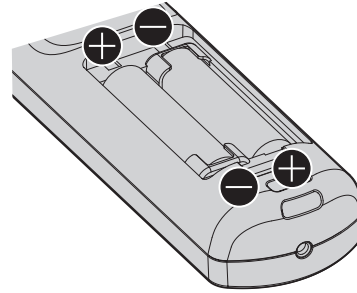

Fig. 2
- 2) **Inserire le batterie e chiudere il coperchio (inserire prima il lato \ominus).** (Fig. 2)